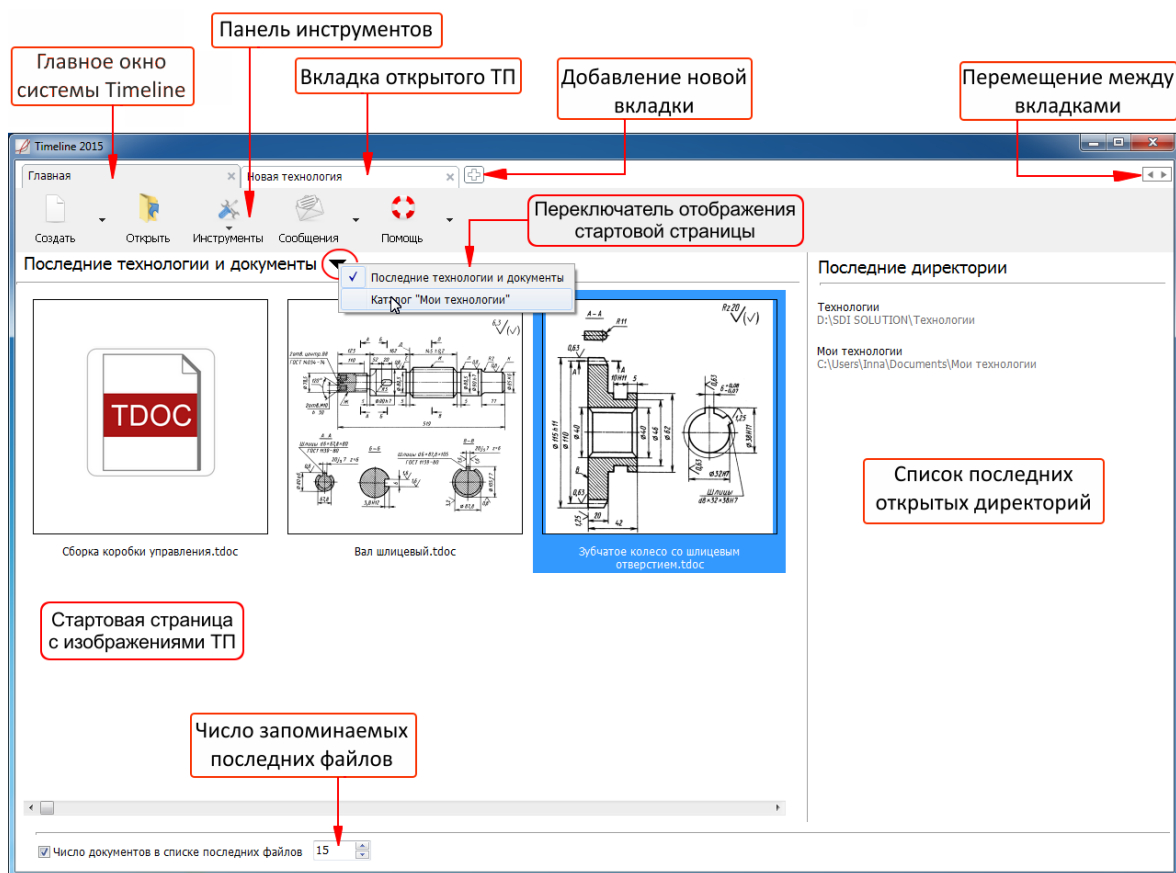

Рис. 2.3. Рабочее окно программы – вкладка Главная
На Рис. 2.3 показано рабочее окно программы *Timeline*. Интерфейс реализован в виде браузера – рабочие окна располагаются на отдельных вкладках.
- Стартовая страница для быстрого доступа к последним открывавшимся технологиям. На этой странице могут отображаться либо последние открывавшиеся ТП, либо ТП из каталога *Мои технологии*. Настройка отображения производится соответствующим переключателем (Рис. 2.3);
- ↵ щелчком левой кнопки мыши на одной из папок в списке последних открытых директорий (см. Рис. 2.3);